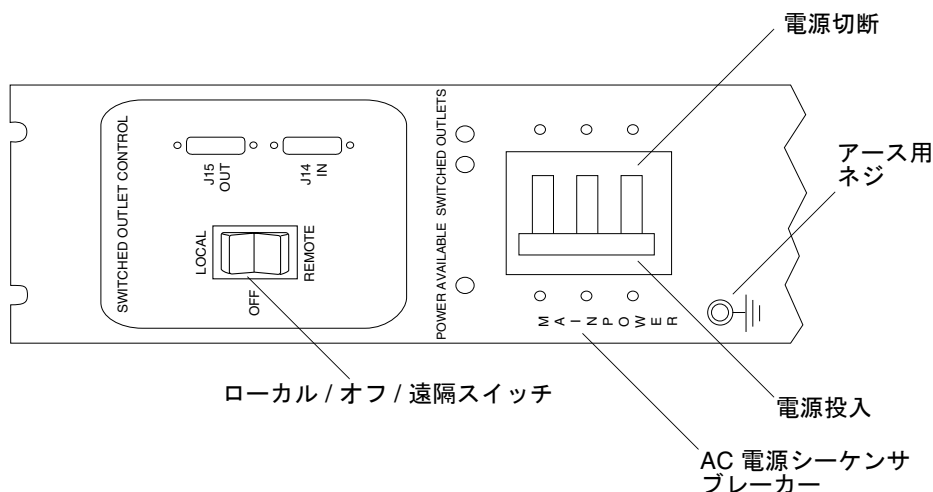

図 2-11 AC 電源シーケンサのコントロールパネル
3. キャビネットの下部正面と下部背面で、AC 電源シーケンサのブレーカーを押してオフにします (図 2-11)。
5. 拡張キャビネット下部正面と下部背面で、ローカル / オフ / 遠隔スイッチを押して、ローカルに設定します (図 2-11)。
6. 拡張キャビネットの下部正面と下部背面で、AC 電源シーケンサのブレーカーを押してオンにします (図 2-11)。
3. システムの下部正面と下部背面で、AC 電源シーケンサのブレーカーを押してオフにします (図 2-11)。